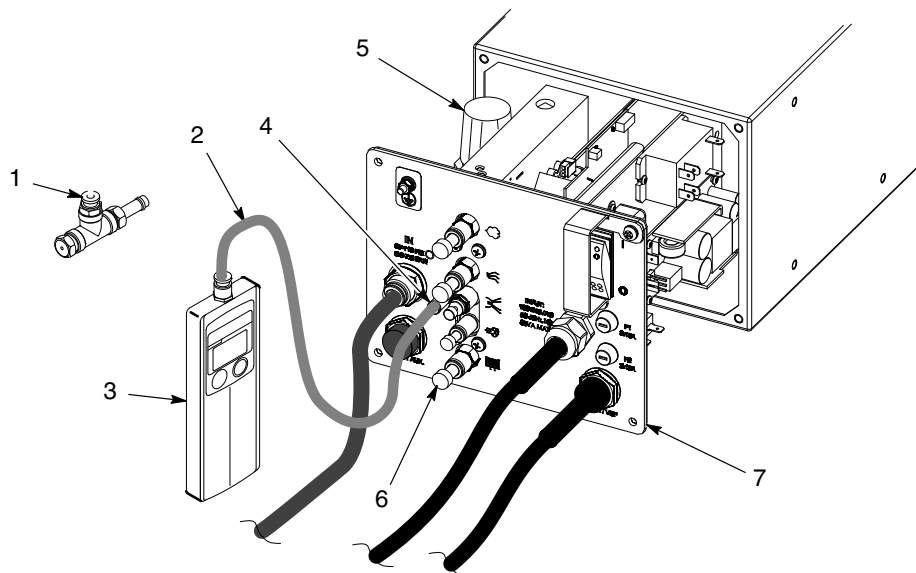

Figure 6-12 Réglage du régulateur
1. Voir la figure 6-12. Tirer le panneau secondaire (7) suffisamment loin à l'extérieur du coffret du bloc d'alimentation pour pouvoir accéder au régulateur.
2. Débrancher le tuyau de lavage à l'air de l'électrode de 4 mm du bloc d'alimentation. Débrancher les tuyaux à air de débit, d'atomisation et de purge et boucher les raccords avec des obturateurs de 8 mm et de 6 mm (6).
3. Débrancher le tuyau à air de 4 mm (2) du manomètre du bloc à orifices (1) et insérer le tuyau dans le raccord de lavage à l'air de l'électrode.
6. Tirer le bouton du régulateur (5) et le régler à un peu plus de 85 psi (5,86 bar). La valeur affichée par le manomètre devrait parfois être supérieure, mais ne jamais chuter au-dessous de 85.